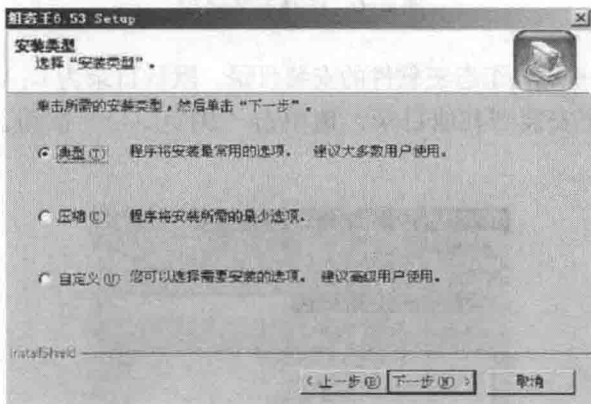

图 2-9 选择安装类型
(10) 选择安装类型。单击“下一步”按钮。出现如图 2-9 所示的对话框, 此对话框用来选择安装方式。